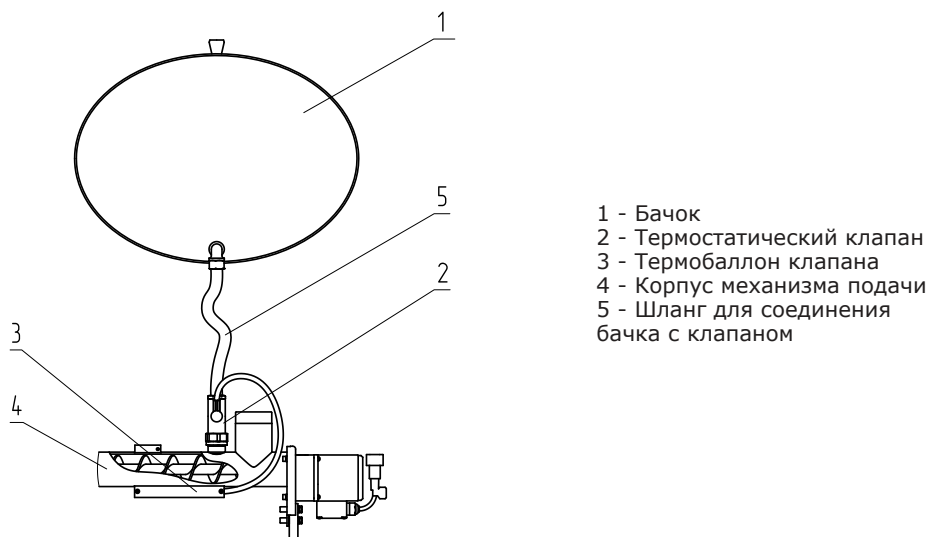

Рис.5 Система охлаждения топливопровода
5.5. Система охлаждения топливopовода (Рис.5) состоит из бака для воды (поз.1), термостатического клапана (поз.2) к которому подключается шланг (поз.5), ведущий к бачку с водой. Термостатический клапан имеет термобаллон (поз.3), который устанавливается в специальную гильзу на механизме подачи топлива. При нагреве газ внутри баллона расширяется и открывает клапан, через который вода из бака поступает в механизм подачи. Перед установкой системы охлаждения топливopовода произвести демонтаж бункера.